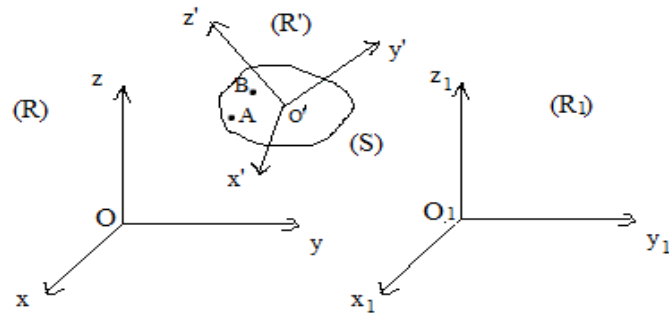

Figure IV.10
Soit le repère R'(O', x', y', z') lié à (S), Figure .IV.10